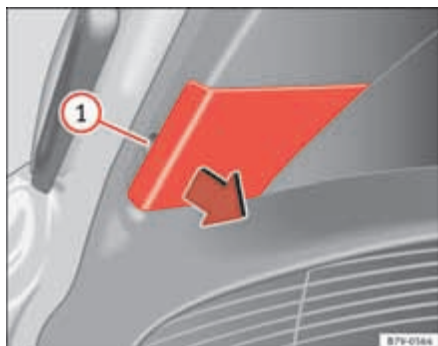

Abb. 206 In der Heckklappe: Abdeckung abnehmen.
3. Mit der flachen Klinge des Schraubendrehers aus dem Bordwerkzeug (⇒ Seite 332, Abb. 195) die Abdeckung an der Aussparung vorsichtig abhebeln ⇒ Abb. 206 ①.